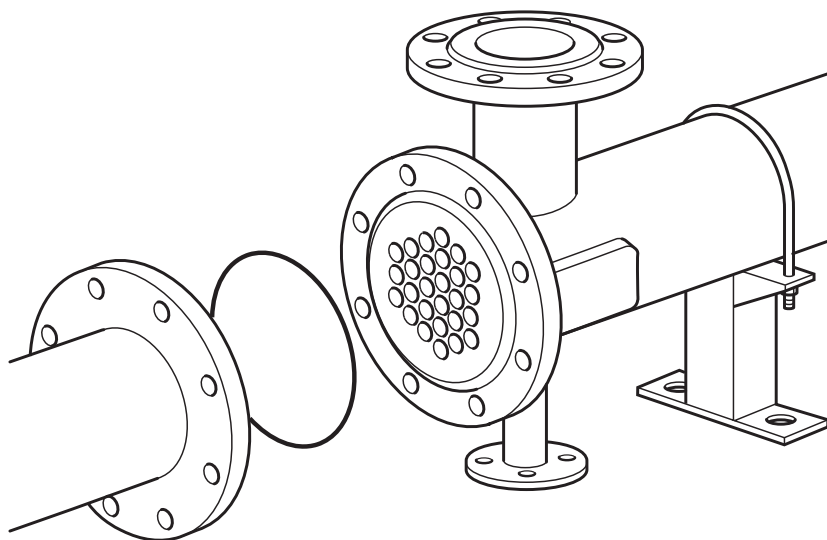

Abb. 11
- ersetzen Sie die Dichtungen durch neue, wie in Abbildung 11 angegeben.